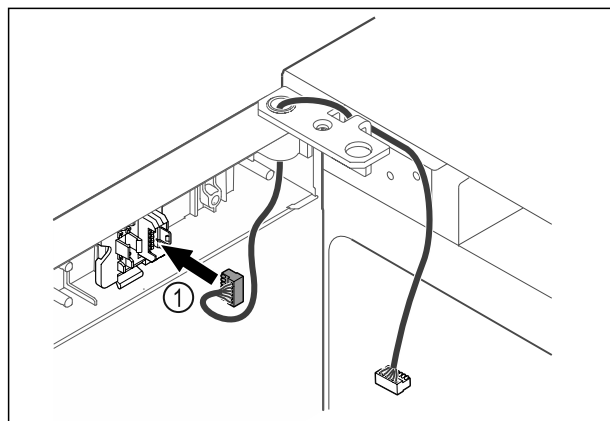

Fig. 40
- Insérer le connecteur Fig. 40 (1) dans le support.